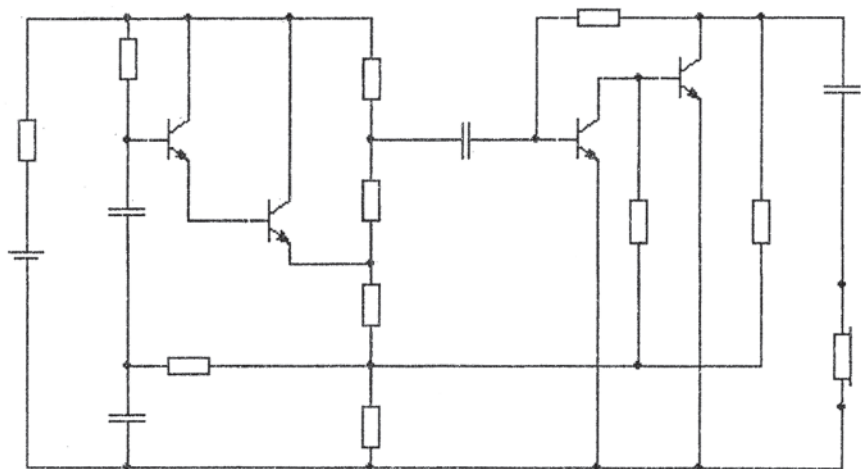

Рис. 11
2. Собрать схему исследования, изображенную на рис.11.